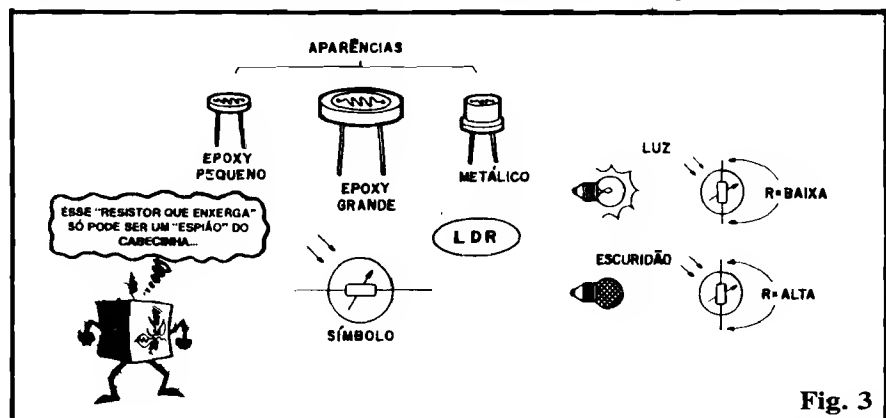

Fig. 3
- **FIG. 3 - LDR** - Iniciais dos termos em inglês **Light Dependent**